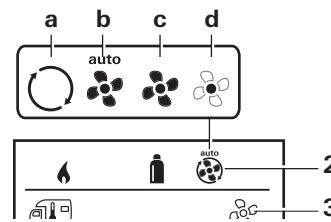

Fig. 5
1. À l'aide du bouton rotatif / poussoir, sélectionnez l'icône dans la ligne de menu (Fig. 5 – 3).